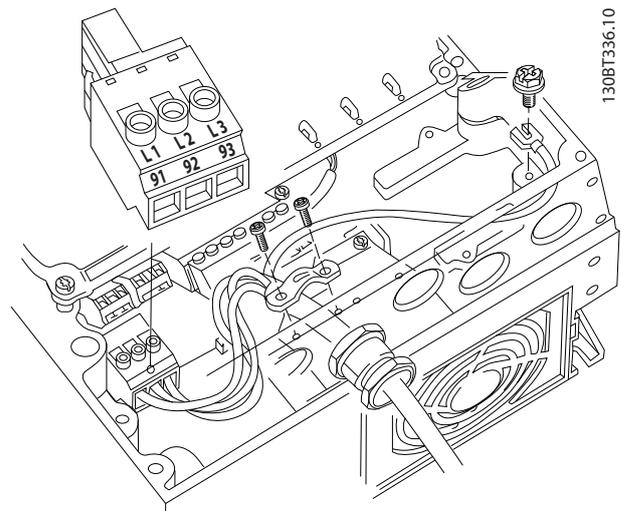

Abbildung 2.18 Netzanschluss
- Schließen Sie die 3 Phasen des Netzeingangs an die Klemmen L1, L2 und L3 an (siehe Abbildung 2.18).